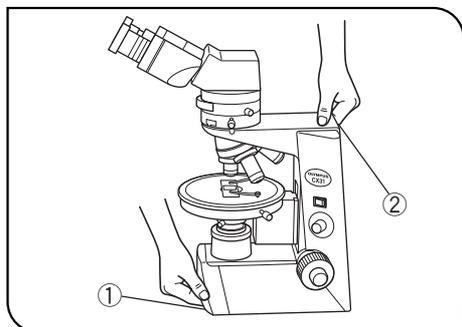

図 2
- ・顕微鏡移動時には、標本が落下し飛散する危険性がありますので、必ず標本を外して、次頁図2位置に手を掛けて移動してください。
- 2) 光源ランプの交換は感電事故およびやけどを防止するため、必ずメインスイッチ①を●(OFF)にし、電源コードを背面の電源コネクタおよびコンセントから抜いてランプ交換ふた部②およびランプが十分冷えてから行ってください。
- 7) 通気口に金属片などを入れたままメインスイッチ①を| (ON)にすると感電や故障となりますので絶対に行わないでください。